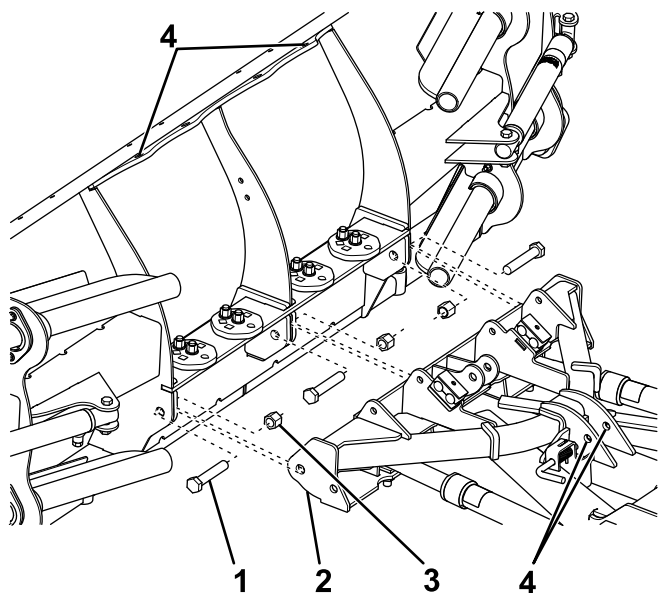

Bild 1
1. Befestigen Sie die Vorderseite des Schubrahmens mit drei Schrauben ($\frac{3}{4}$ ") und selbstverriegelnden Muttern am Schneeschild (**Bild 1**).